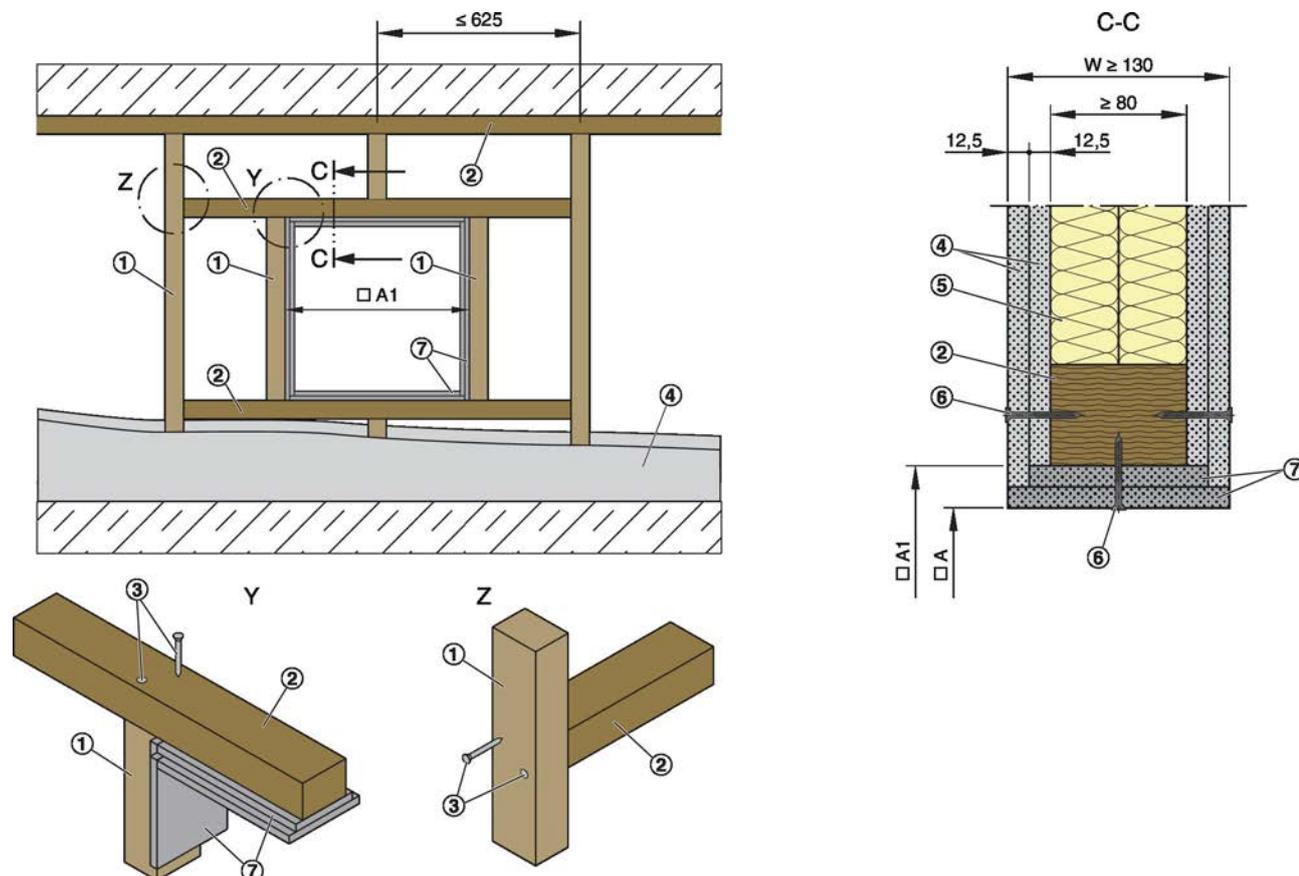
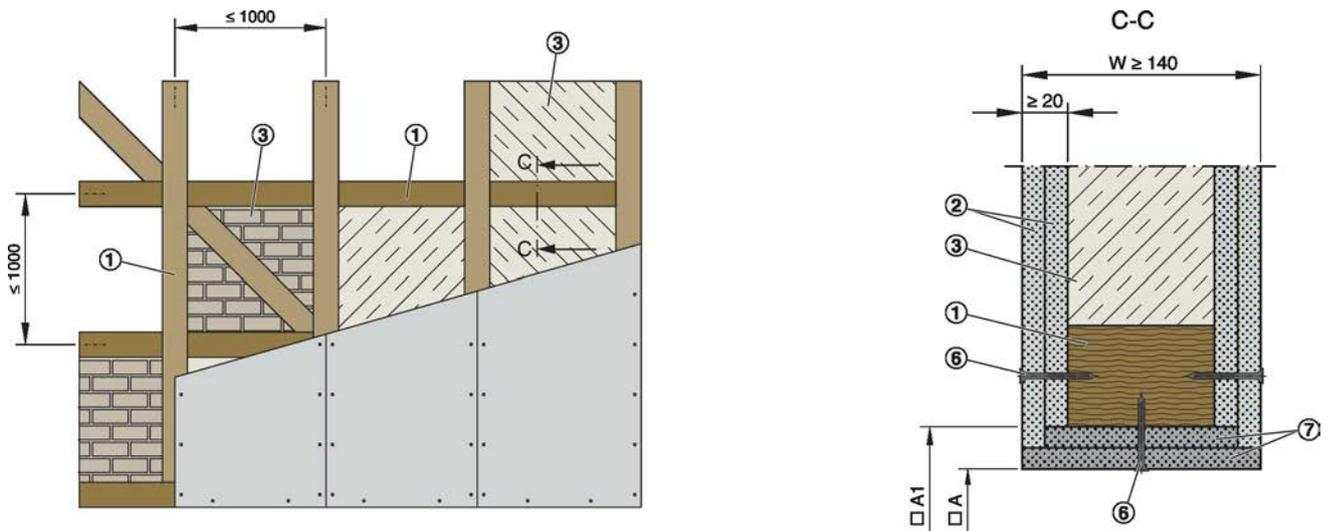

Fig. 39: Cloison légère avec structure portante en bois et habillage d'un côté
Fig. 40: Cloison légère, exécution avec structure bois avec habillage des deux côtés
- Créer une ouverture de montage dans la structure portante en bois avec des charpentes en bois ①, sections horizontales en bois ② et panneaux de garnissage ⑦; ou créer une ouverture de montage dans l'exécution en pans de bois ① avec panneaux de garnissage ⑦, voir la Fig. 39 ou Voir la Fig. 40.